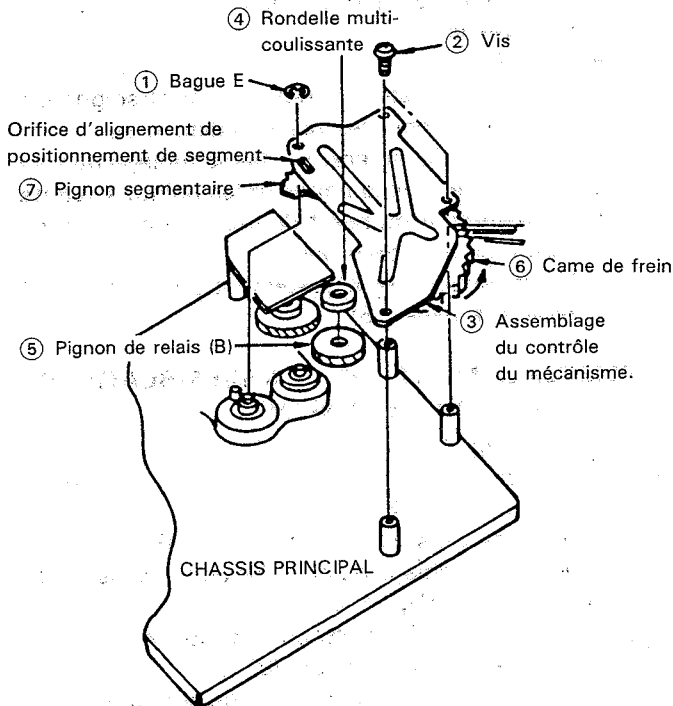

Figure 1-24.
• Dépose (Fig. 1-24)
2. Enlever la bague E ①.
3. Enlever les trois vis ② (LX-HZ3027GEFD).
4. Retirer l'assemblage du contrôle du mécanisme ③.
• Mise en place (Fig. 1-24)
1. Enlever la rondelle multi-coulissante ④.
2. Enlever le pignon de relais (B) ⑤.
3. Ajuster la position de l'assemblage permutateur (A) ⑪ de sorte que le trou d'alignement A du châssis coïncide avec les trous d'alignement de l'assemblage permutateur et du levier d'entraînement de frein ⑬ (enlever le ressort de frein principal ③② (voir page 3) pour faciliter la mise en place).
4. Enlever le ressort du bras de tension et tourner à fond les pignons de charge (A) ⑧ et (B) ⑩ dans la direction indiquée par la flèche B, pour mettre le mécanisme en mode de déchargement.
5. Enlever le ressort de la tête d'effacement total ②⑨ (voir page 3).
6. Tourner la came de frein ⑥ de l'assemblage du contrôle du mécanisme dans la direction par la flèche, jusqu'à ce que le trou d'alignement G du pignon segmentaire se trouve au centre du trou d'alignement segmentaire pour l'angle auxiliaire.
7. Fixer l'assemblage du contrôle du mécanisme ③ au châssis principal. Cela peut se faire aisément si l'assemblage permutateur (A) ⑪ est déplacé à droite et à gauche.
8. Serrer les trois vis ②.
9. Placer la bague E ① dessus.